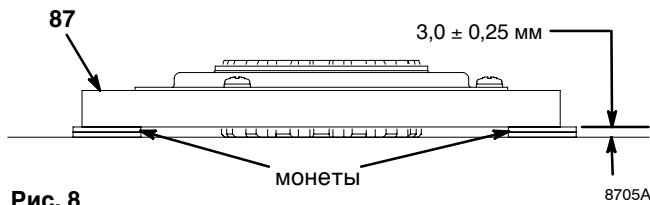

Рис. 8
1. См. Рис. 8. Разместите две стопки из двух мелких монет каждая на ровной поверхности верстака.
2. Поместите якорь (87) на две стопки из монет.